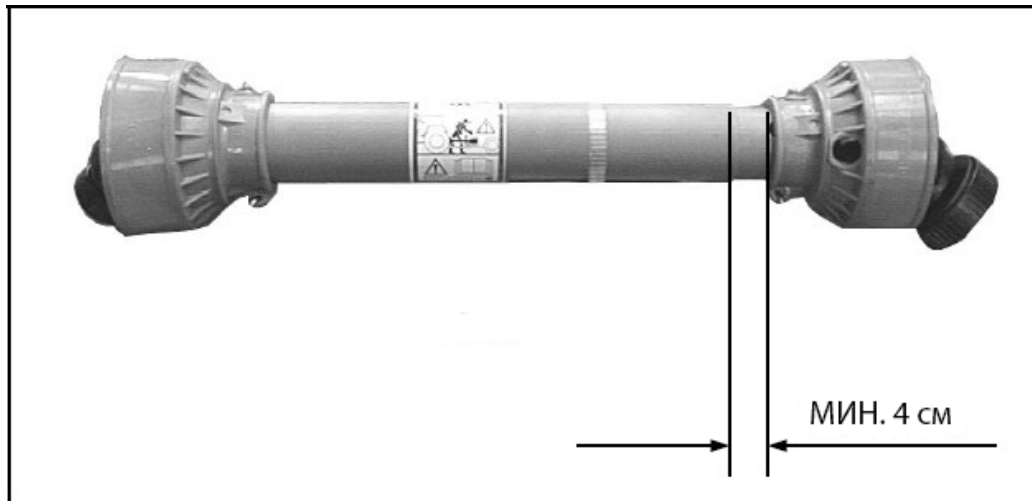

Рис. 2
-  Убедитесь, что карданный вал в максимальном положении фиксации остается открытым не менее чем на 4 см (1,57 дюйма) (рис. 2).